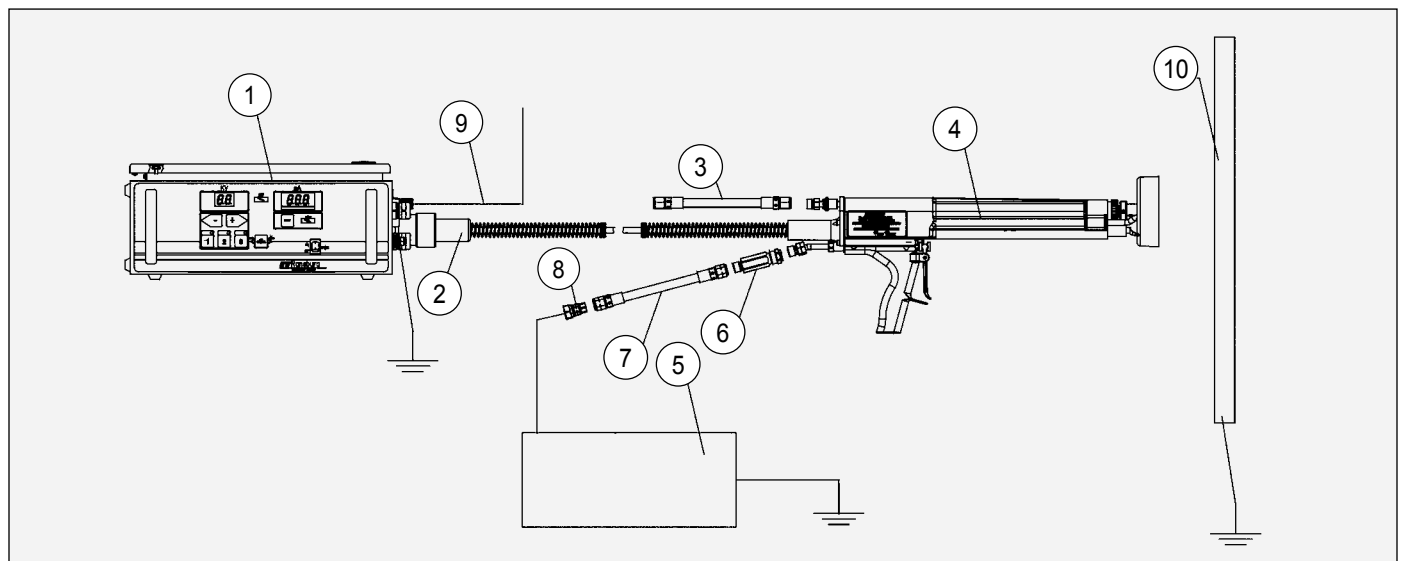

Abbildung 4: Grafik zur Geräteinstallation
sFLÜSSIGKEITSSCHLAUCH (Siehe Abbildung 4)
Bauen Sie den Flüssigkeitsfilter (Artikel 6) in den Applikator ein und dann in den Flüssigkeitszufuhrschlauch. Befestigen Sie das eine Ende des Flüssigkeitsschlauchs am Adapter (Artikel 8) (siehe Abbildung 4). Dieser Adapter hat ein 3/8-18 NPSM (I) zur Befestigung an einer geeigneten Flüssigkeitsquelle. Um verschiedene Längenanforderungen zu erfüllen, muss die Schraubverbindung des Schlauchs an einem Ende nicht befestigt werden.
GERÄTEINSTALLATION (Abbildung 4)